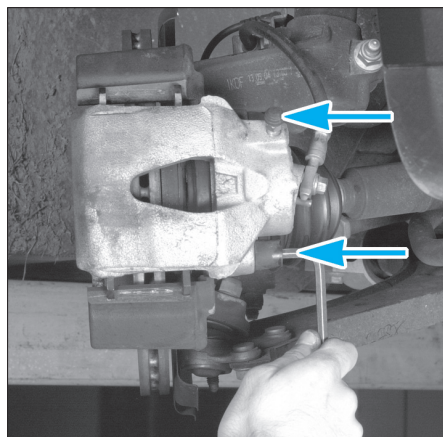

Fig. 4
- Déposer les vis de colonnette de l'étrier (Fig.4).